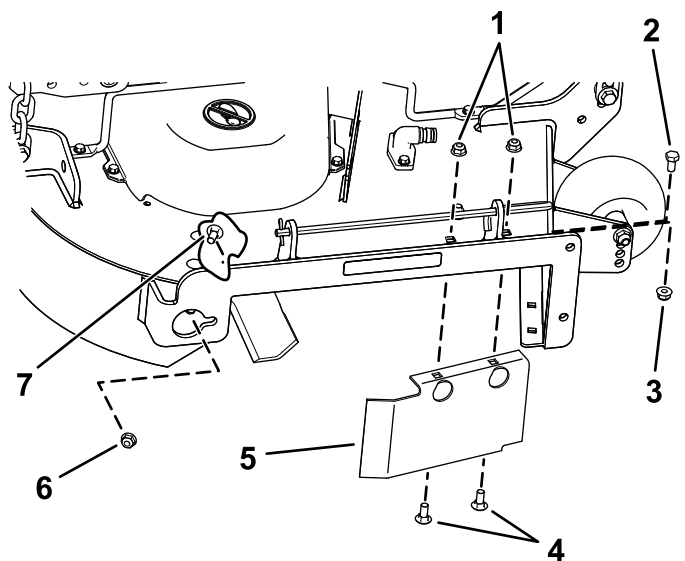

Figure 18
8. Sur la paroi arrière du plateau de coupe, retirez le boulon de carrosserie (5/16" x 3/4") et le contre-écrou (5/16") qui fixent le déflecteur au plateau (Figure 18).
9. Localisez la protection du déflecteur sur le bord avant de l'ouverture d'éjection latérale (Figure 18).
10. Retirez les fixations qui maintiennent la protection du déflecteur et le déflecteur droit sur le plateau de coupe (Figure 18).
13. Placez les fixations retirées précédemment dans les trous avant de la plaque d'éjection et le trou à l'avant du plateau de coupe (Figure 18).